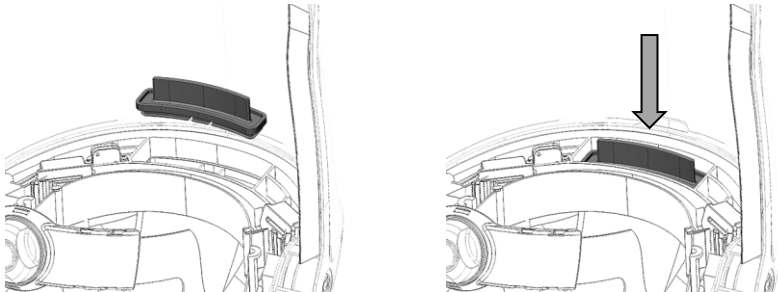
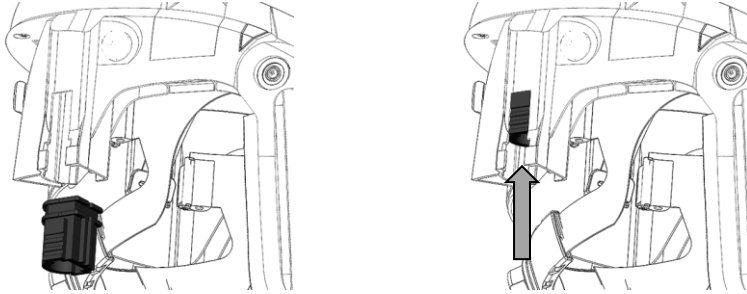

Figure 19
Figure 21
- Avant de nettoyer, retirer le joint facial, la garniture frontale, le joint frontal, la garniture de coiffe, la garniture de nuque, l'intercalaire de nuque, le filtre HEPA et son couvercle ainsi que la batterie rechargeable. Insérer les bouchons de nettoyage fournis comme indiqué en Figure 19 - Figure 21